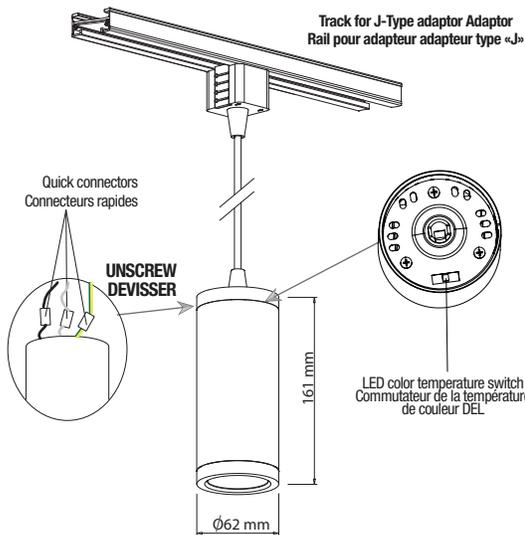

Fig. 1a
2. Sélectionner la température de couleur de la DEL choisie à l'aide de l'interrupteur situé à l'intérieur du cylindre (Fig. 1a détail).
3. Assembler le luminaire en vissant les deux parties (Fig. 1a). Insérer les contacts en laiton de l'adaptateur dans l'encoche du rail (Fig. 1b).